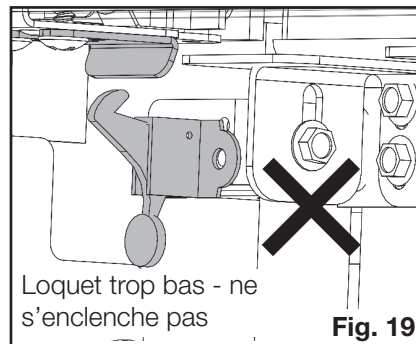

**Fig. 17**
13. Vérifiez si les loquets sont bien positionnés (**Fig. 17**). Ajustez les loquets, si nécessaire. Resserrez bien les vis, mais sans serrer excessivement.